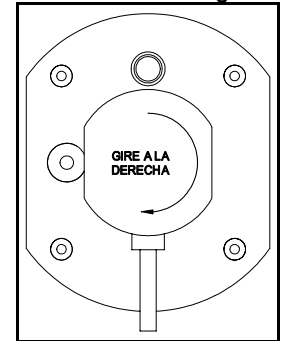

Figura 8
- Presione el reactor contra la base de montaje y gire el ensamblado del reactor hacia la derecha, hasta que se detenga. (Consulte la figura 8.)